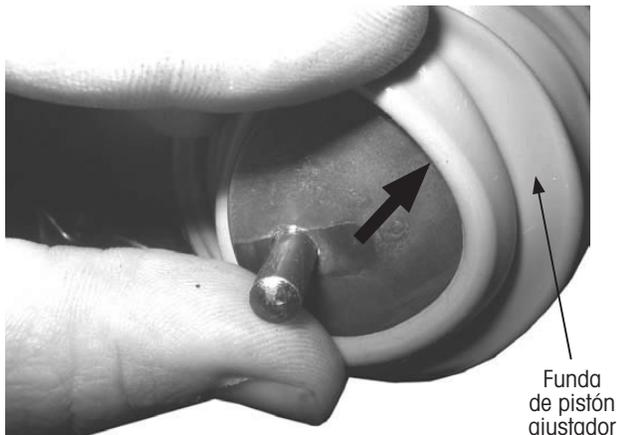

Figura 77: Borde del asiento de la funda del pistón ajustador
3. **Engrase ligeramente** el borde interno expuesto de la funda del pistón ajustador (Figura 77).
4. **Inserte** el borde de la funda del pistón ajustador en el asiento del pistón ajustador (Figura 75 y Figura 77).